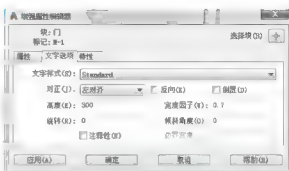

图 3.78 修改文字高度
- (4) 在【文字选项】选项卡中,将文字高度修改为“300”,如图 3.78 所示。